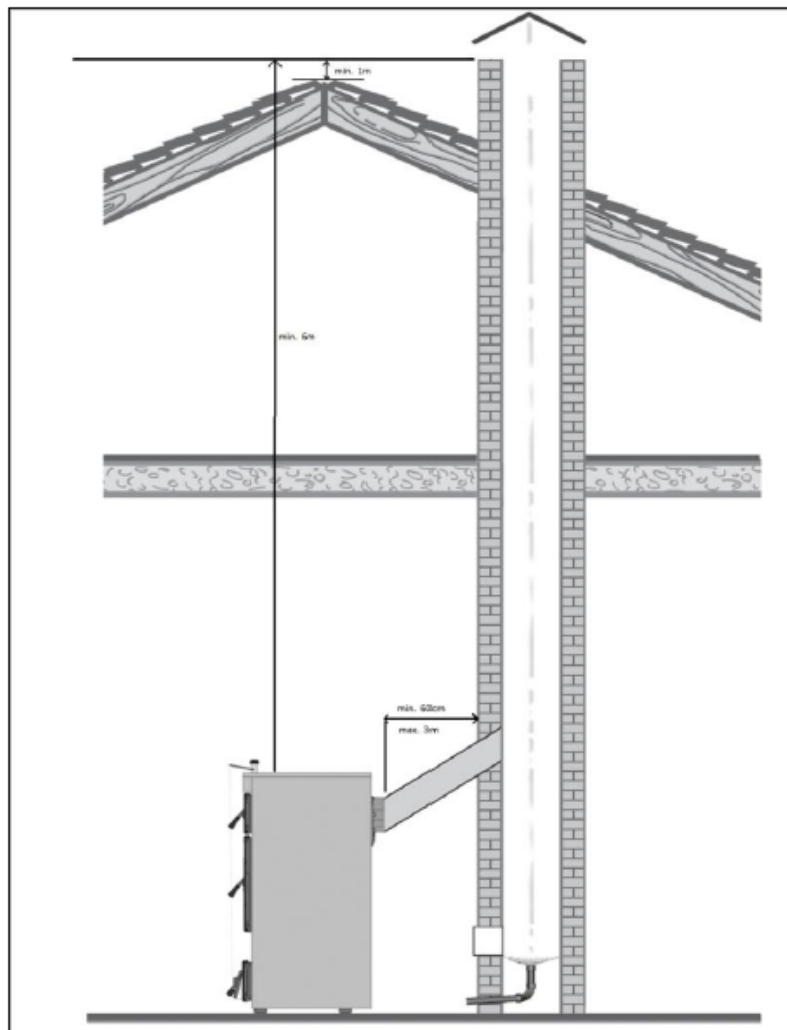

fig.22
În fig. 22 se arată modul corect de racordare la coș al cazanului. La racordare trebuie avute în vedere următoarele:
- Înălțimea coșului nu poate fi sub 6 m. Coșul trebuie să depășească coama acoperișului cu minim 1 m (vezi fig.22).
Valorile din fig.22 sunt doar orientative. Tirajul depinde de diametrul, înălțimea, rugozitatea suprafeței peretelui interior al coșului, și dintre diferența de temperatură dintre gazele de ardere, și ambient. Se recomandă căptușirea coșului.